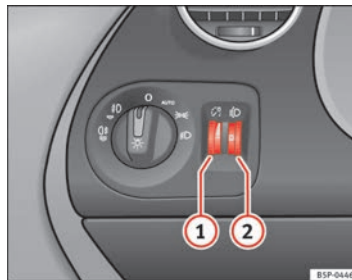

Abb. 74 In der Instrumententafel: Regler für die Instrumenten-/Schalterbeleuchtung und Leuchtweitenregulierung
Bei eingeschaltetem Licht lässt sich die Helligkeit der Instrumenten- und Schalterbeleuchtung durch Drehen des Rändelrades ⇒ Abb. 74 ① stufenlos regulieren.